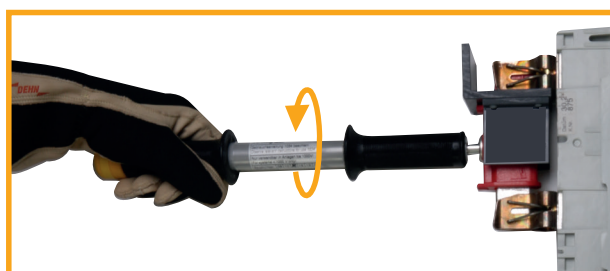

Fig. 4
4. Erdungsgriff (M10-Gewinde) aus der jeweiligen Erdungspatrone herausdrehen und die weiteren Arbeiten „**Erden und Kurzschließen**“ fortsetzen (siehe Fig. 4).
4. Untighten the earthing handle (M10 thread) from the relevant earthing cartridge and continue with earthing and **short-circuiting** (see Fig. 4).